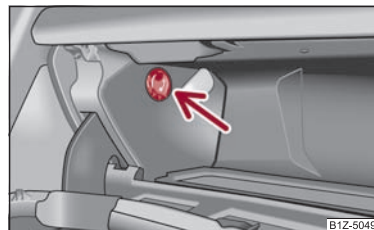

Abb. 89 Ablagefach: Bedienung der Kühlung
- Mit dem Drehschalter → Abb. 89 öffnen bzw. verschließen Sie die Luftzufuhr.